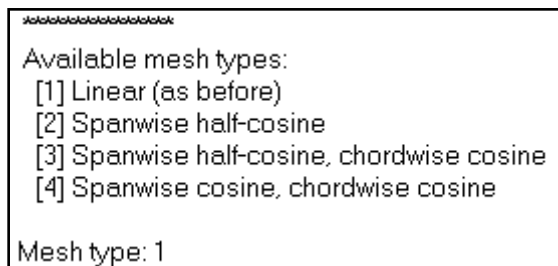

Рисунок 1.6 – Выбор типа сетки
- Далее Tornado предлагает выбрать тип сетки на геометрии – выбираем 1 - **Linear** (Линейная) (см. Рисунок 1.6).